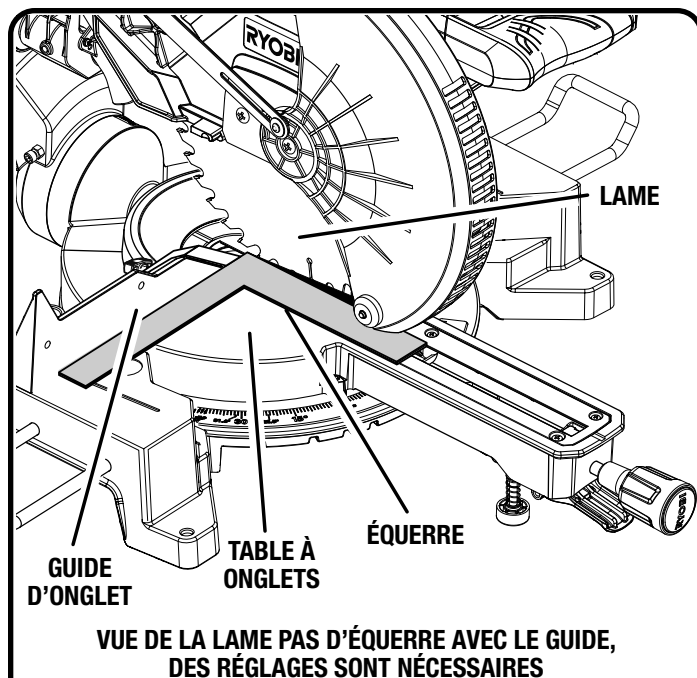

Fig. 19
- Si l'avant ou l'arrière de la lame s'écarte de l'équerre, des réglages, illustrés aux figures 19 et 20, sont nécessaires.